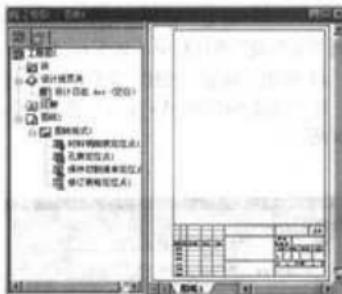

图 6-20 返回编辑图纸状态的工程图
(1) 设置材料明细表定位点。鼠标右键单击特征管理器设计树中的“图纸格式 1”项下的“材料明细表定位点 1”，并在快捷菜单中选择“设定定位点”命令。在合适位置，例如标题栏右上角单击，从而设定该点为材料明细表定位点，同时系统自动退出编辑图纸格式状态。
(2) 同理可设定孔表定位点、焊件切割清单定位点、修订表格定位点。返回编辑图纸状态的工程图如图 6-20 所示。